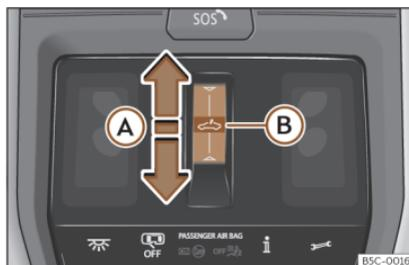

Fig. 89 Nel rivestimento interno del tettuccio: tasto del tettuccio di vetro.
- Movimento automatico: far scivolare il dito indietro sull'area funzionale  >>> **fig. 89** **(A)**.
- Entro circa 5 secondi dall'attivazione della funzione antischiacciamento, far scivolare il dito in avanti sull'area funzionale ➔ >>> fig. 89 Ⓐ e tenere premuto finché il tetto non si chiude completamente.